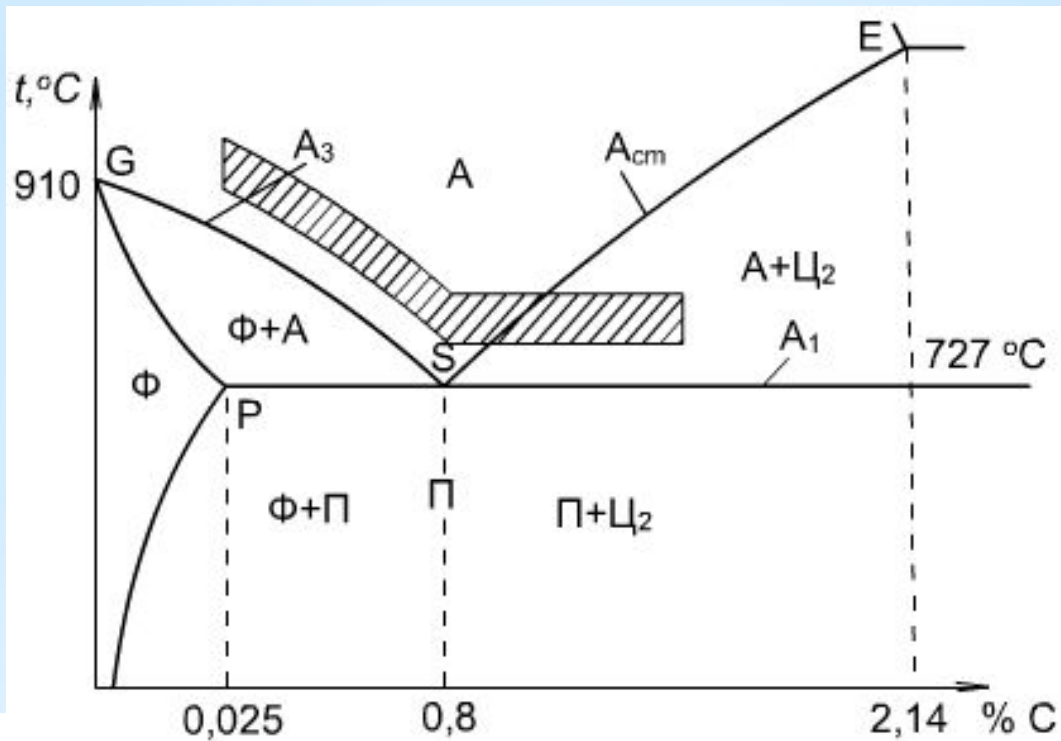

Рис. 2. Фрагмент диаграммы состояния Fe - Fe₃C с нанесенным оптимальным интервалом температур заковки
Эвтектоидная сталь содержит 0,8 % С и имеет перлитную структуру (рис. 2б) - эвтектоидная смесь феррита и цементита.
- * **Доэвтектоидные стали** содержат от 0,02 до 0,8 % С и имеют ферритно-перлитную структуру (рис. 2а).
- * Заэвтектоидные стали содержат углерода от 0,8 до 2,14 % и имеют структуру, которая состоит из перлита и цементита (рис. 2в).
Исходя из этого определяется положение оптимального интервала температур закали углеродистых сталей на диаграмме состояния Fe - Fe₃C (рис. 2).